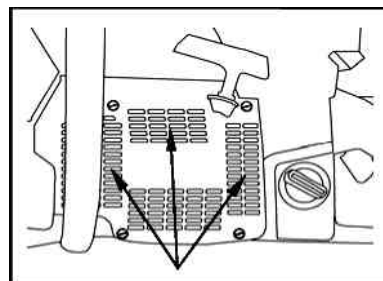

FIG.2
- Après chaque utilisation, rincer abondamment le boîtier de démarreur à l'eau (Fig. 2).
- Huiler les cliquets du démarreur en vaporisant de l'huile légère dans le boîtier de démarreur par les baies de ventilation (Fig. 2).